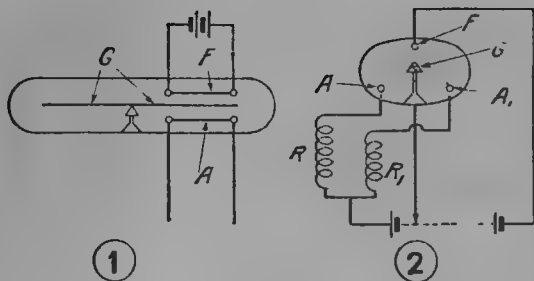

Рис. 2
Наконец нельзя обойти молчанием еще одну весьма интересную конструкцию лампы, у которой применена так называемая «магнитная сетка» (рис. 2). Эта сетка сделана в форме стрелки компаса. Стрелка может вращаться вокруг своей вертикальной оси внутри колбы и, как у всякой магнитной стрелки, один из ее концов обращен на север, а другой — на юг. В таком своем положении сетка находится непосредственно под нагреваемой нитью  $F$  и как раз посередине между двумя проволочными анодами  $A$  и  $A_1$ , как это показано на приводимом рис. 2 (2).